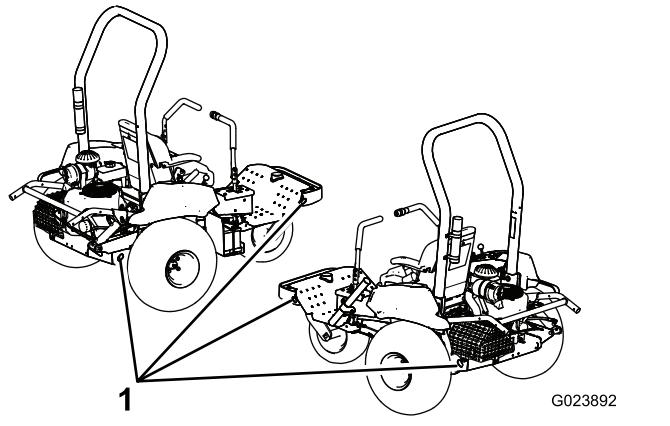

Figure 31
3. Lorsque vous avez fini de pousser ou remorquer la machine, tournez les leviers des vannes de dérivation vers l'avant de la machine pour pouvoir conduire cette dernière (Figure 31).
5. Servez-vous des points d'attache sur la machine (Figure 31) pour arrimer solidement la machine sur le véhicule de transport avec des sangles, des chaînes, des câbles ou des cordes.